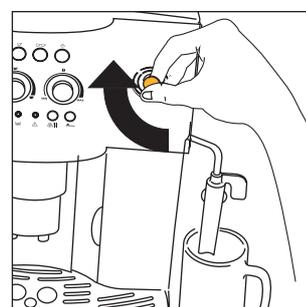
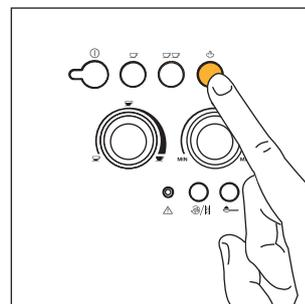
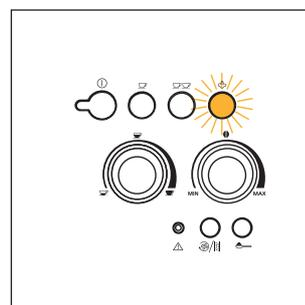

Fig.6
Fig.21
Fig.22
4. Dopo pochi secondi dal cappuccinatore fuoriesce dell'acqua. Quando la tazza si è riempita di circa 30cc ruotare la manopola vapore di mezzo giro in senso orario (fig.6) fino a fine corsa, in modo da interrompere la fuoriuscita dell'acqua.
- Per interrompere la fuoriuscita di acqua calda, ruotare la manopola in senso orario fino a fine corsa (fig. 6) e riportare il cappuccinatore nella posizione originale verso il centro della macchina. (Si consiglia di erogare acqua calda per non più di 2 minuti di seguito).
- Poi premere il tasto vapore (fig. 21). La spia ☞ (fig. 22) inizia a lampeggiare per indicare che la macchina si sta preriscaldando.
- Raggiunta la temperatura desiderata, interrompere l'erogazione del vapore ruotando la manopola vapore in senso orario fino a fine corsa (fig. 6) e premere il tasto vapore ☞ (fig. 21) per disattivare la funzione vapore.
**NOTA 1:** subito dopo aver preparato il cappuccino e una volta disattivata la funzione vapore premendo il tasto vapore ☞ (fig. 21), se si preme il tasto ☞ (fig. 12) o ☞☞ (fig. 13) per richiedere nuovamente caffè la macchina ha una temperatura troppo elevata per fare il caffè (le spie verdi ☞ e ☞☞ lampeggiano per indicare che la temperatura non è idonea): è necessario attendere una decina di minuti fino a che la macchina si raffreddi un po'.